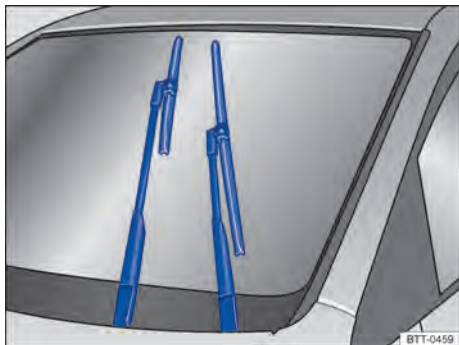

Fig. 129 Limpiaparabrisas en posición de servicio.
En la posición de servicio se pueden levantar los brazos de los limpiaparabrisas. Para poner los limpiaparabrisas en posición de servicio → fig. 129, proceder de la siguiente manera:
- Antes de suspender los brazos de los limpiaparabrisas, colóquelos en posición de servicio → fig. 129.
Tenga en cuenta en los limpiaparabrisas: coloque los brazos de los limpiaparabrisas en posición de servicio antes de doblarlos hacia afuera → fig. 129.
– Antes de suspender los brazos de los limpiaparabrisas, colóquelos en posición de servicio → fig. 129.